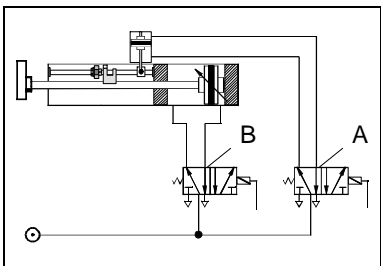

Fig. 10/Bild 10
- modulo di posizionamento (A)
- modulo lineare (B)(ad es. mediante l'unità di valvole Compact Performance tipo CPV...-...., come illustrato alla fig. 10).
- Mellanpositionsmodulen (A)
- Linjärmodulen (B)(t ex styrning med Compact Performance ventilterminalen CPV...-.... enligt bild 10).